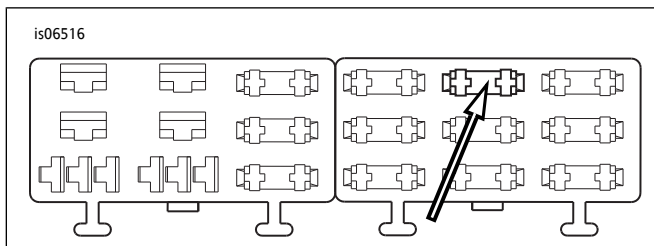

图10。“P&AIGN”保险丝盒空腔(2004-2010年款软尾)
4. 参见图10。在右保险丝盒中找到保险丝盒盖上标为“P&A IGN”的保险丝空腔（1）。应有一条进入此电路一侧的导线，但没有配套导线或保险丝。插入橙色/白色适配线接线端，直至其停止。参照附近的工厂安装接线端进行对比，检查确认朝向和深度是否正确。